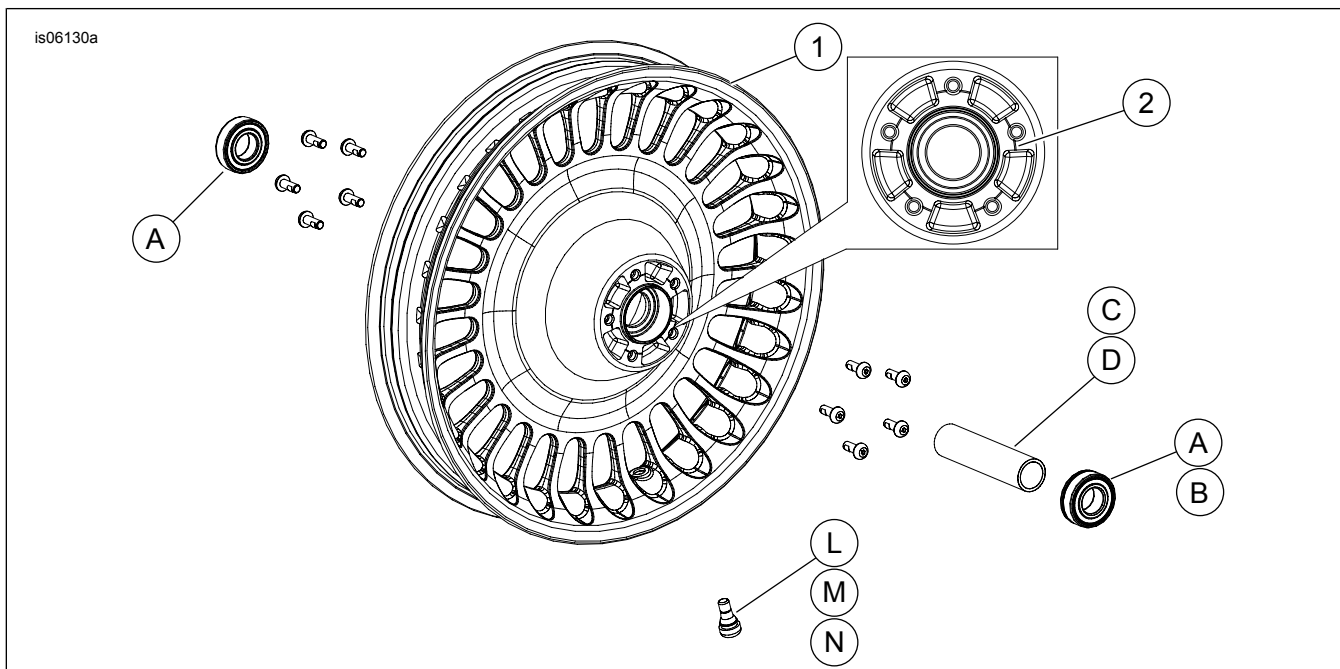

Figura 1. Peças de reposição: Roda dianteira com 28 raios (mostrada roda de 17 pol.)
Veja Figura 1 e as tabelas de peças de reposição.
2. Veja Figura 1. Instale o conjunto da haste da válvula (N) na roda. Consulte o Manual de serviço.